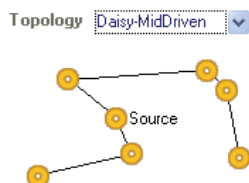

图 13-17 中心起点连线最短方式
(5) Daisy MidDriven——中心起点连线最短方式，如图 13-17 所示。该方式也需要指定起点和终点，其含义是以起点为中心向两边的终点连通网络上的各个节点，起点两边的中间节点数目不一定要相同，但要使连线最短。如果设计者没有指定起点和两个终点，系统将采用“Shortest”方式生成飞线。